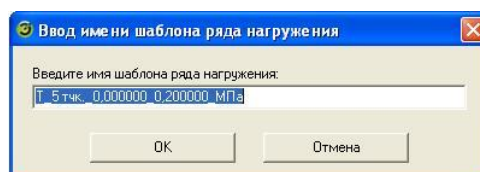

Рисунок 3.5.20 – Диалог ввода имени шаблона ряда нагружения
- «Сохранить как шаблон». Кнопка предназначена для сохранения текущего ряда нагружения в качестве шаблона. При нажатии на неё выводится диалог ввода имени шаблона с именем по умолчанию (рисунок 3.5.20).